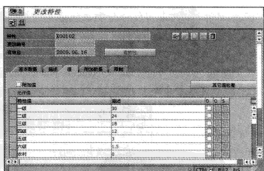

图 10-93 “更改特性”界面
STEP 4 单击“值”标签页，输入“特性值”和对应的“描述”，如图 10-93 所示，然后单击“”按钮保存，“特性”建立完毕。